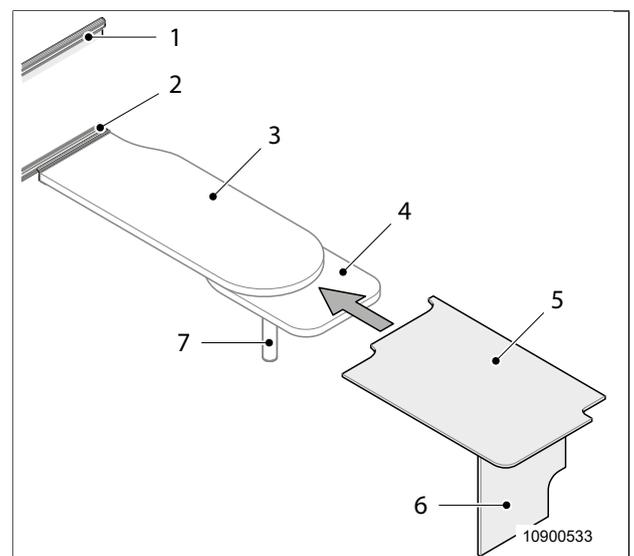

Abb. 29 Sitzgruppe zu Gästebett umbauen 1
4. Tischplatte (Abb. 29, Pos. 3) rechts anheben und aus der oberen Führungsschiene (Abb. 29, Pos. 1) aushängen.
5. Unteren Teil des Tischbeins (Abb. 29, Pos. 7) entfernen.
6. Tischplatte in rechts angehobener Stellung in die untere Führungsschiene (Abb. 29, Pos. 2) einhängen.
8. Schwenkbare Tischplatte (Abb. 29, Pos. 4) ausschwenken.
9. Stützbrett (Abb. 29, Pos. 6) von Untergestell (Abb. 29, Pos. 5) ausklappen.
10. Untergestell (Abb. 29, Pos. 5) auf schwenkbare Tischplatte (Abb. 29, Pos. 4) auflegen.